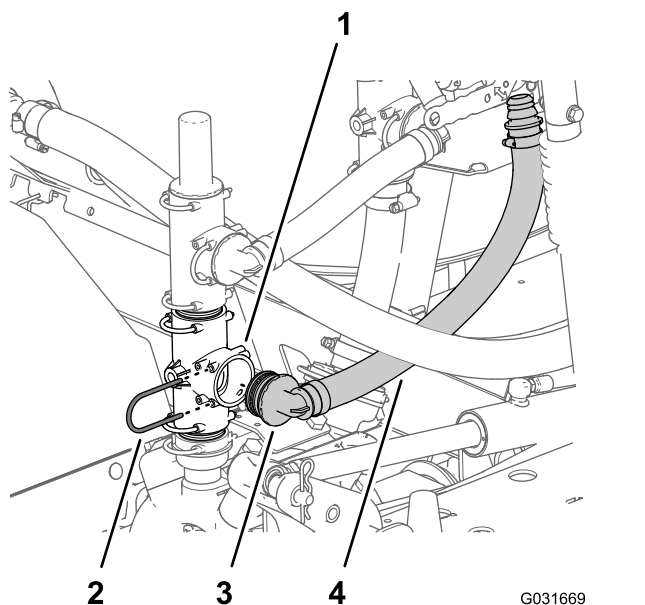

Figura 225
1. Alinee el otro acoplamiento de 90° del conjunto de manguera de suministro (Pieza Toro N° 131-9648) con el orificio abierto del acoplamiento en T en la bomba del fumigador e inserte el acoplamiento de 90° hasta que quede asentado en el acoplamiento en T (Figura 225).
de retención (Figura 225) que retiró en el paso 1 de Colocación de la válvula de alivio de presión (página 102).